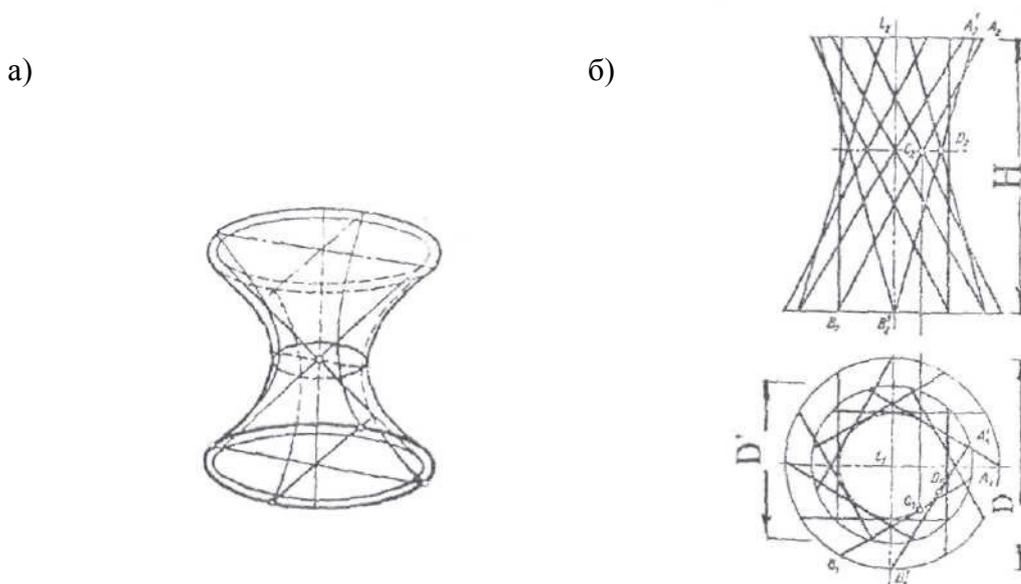

Рис. 14
**Гиперболоид вращения.** Существуют два вида гиперboloида: однополостный и двуполостный. Первый получается при вращении гиперболы вокруг её мнимой оси (рис.14а). Поверхность однополостного гиперboloида может быть образована и вращением прямой линии. Это поверхность дважды линейчатая, т.е. через каждую точку однополостного гиперboloида проходят две и только две его прямолинейные образующие. Проекция однополостного гиперboloида строятся следующим образом (рис.14б). Пусть ось  $i$  расположена перпендикулярно плоскости  $\Pi_1$ . Когда образующая  $AB$  вращается вокруг оси  $i$ , каждая точка прямой перемещается в пространстве по окружности (параллели), плоскость которой перпендикулярна оси  $i$ .
На рис.14б эта окружность разделена на двенадцать частей. К проекции этой окружности в точке  $D_1$  проведена касательная  $A_1'B_1'$ , а горизонтальная проекция образующей повернута на  $30^\circ$ . Фронтальная проекция этой касательной определяется точками  $A_2'B_2'$ , каждая из которых расположена в плоскости своей параллели. Остальные образующие строятся аналогично. Форма поверхности гиперboloида зависит от следующих параметров:  $D'$  и  $D$ ,  $D'$  и  $H$ , а также и от диаметра горла поверхности.